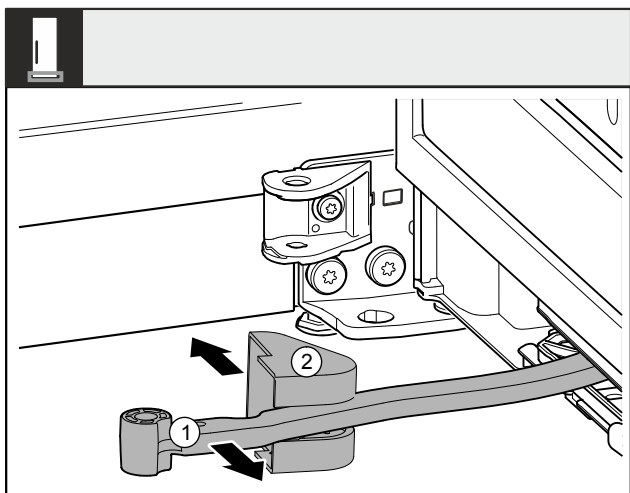

Fig. 10
- ▶ Поверніть шарнір Fig. 10 (1) у напрямку дверцят.
- ▶ Зніміть кришку опорного кронштейна Fig. 10 (2).